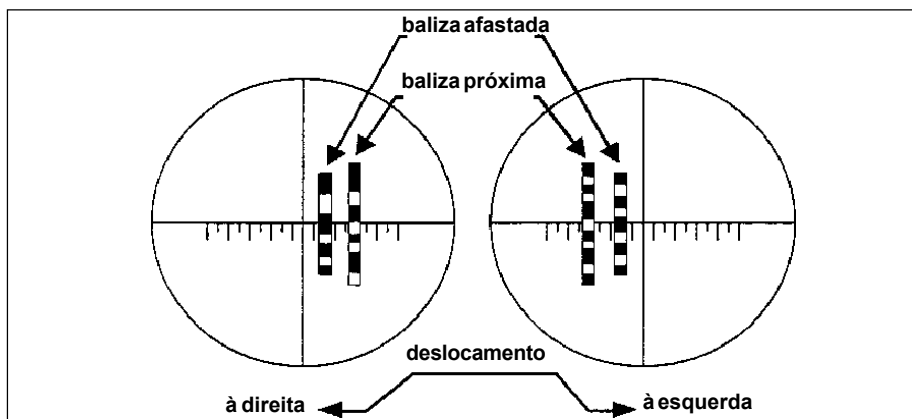

Fig 5-4. Visada do C1 na luneta panorâmica com as balizas nas posições relativas, quando é feita a conservação da pontaria
c. Correção do desalinhamento das balizas de pontaria - quando o apontador verifica que a linha vertical da luneta foi deslocada em relação à linha formada pelas duas balizas, ele aponta a peça de modo que a baliza de pontaria mais afastada apareça exatamente à meia-distância entre a baliza mais próxima e a linha vertical do retículo (Fig 5-4). Se o deslocamento for causado por mudança de direção do tubo, o C1 continua a apontar como foi descrito
anteriormente. Se o deslocamento for devido a qualquer outro motivo, tal como desvio do reparo na ancoragem ou conteiramento do obuseiro, o apontador deve participar ao CP e este, no primeiro intervalo, ao CLF, pedindo permissão para realinhar as balizas. Para o realinhamento das balizas a peça é inicialmente apontada com a baliza mais afastada à meia distância entre a mais próxima e a linha mais próxima e a linha vertical do retículo (Fig 5-4). A baliza mais afastada é então deslocada para ser alinhada com o retículo vertical da luneta e a mais próxima é alinhada com a mais afastada e com a luneta panorâmica. Se as condições do terreno tornarem impraticável a movimentação de uma das balizas, a peça é reapontada em direção, como foi dito anteriormente, e referida na baliza que não puder ser deslocada. A outra baliza é então alinhada e o registrador de derivas é ajustado.